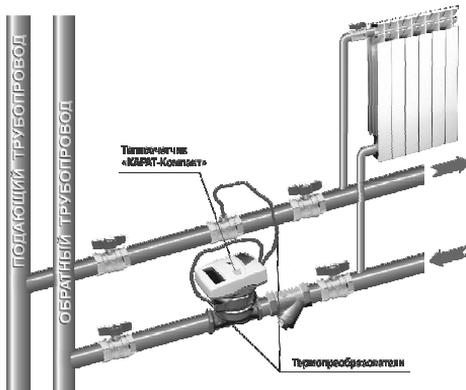

Рисунок 4.1 – Схема монтажа теплосчетчика KAPAT®-Компакт в обратный трубопровод с установкой термопреобразователя в тройник с использованием гильзы
– в тройник с использованием гильзы (рис. 4.1);